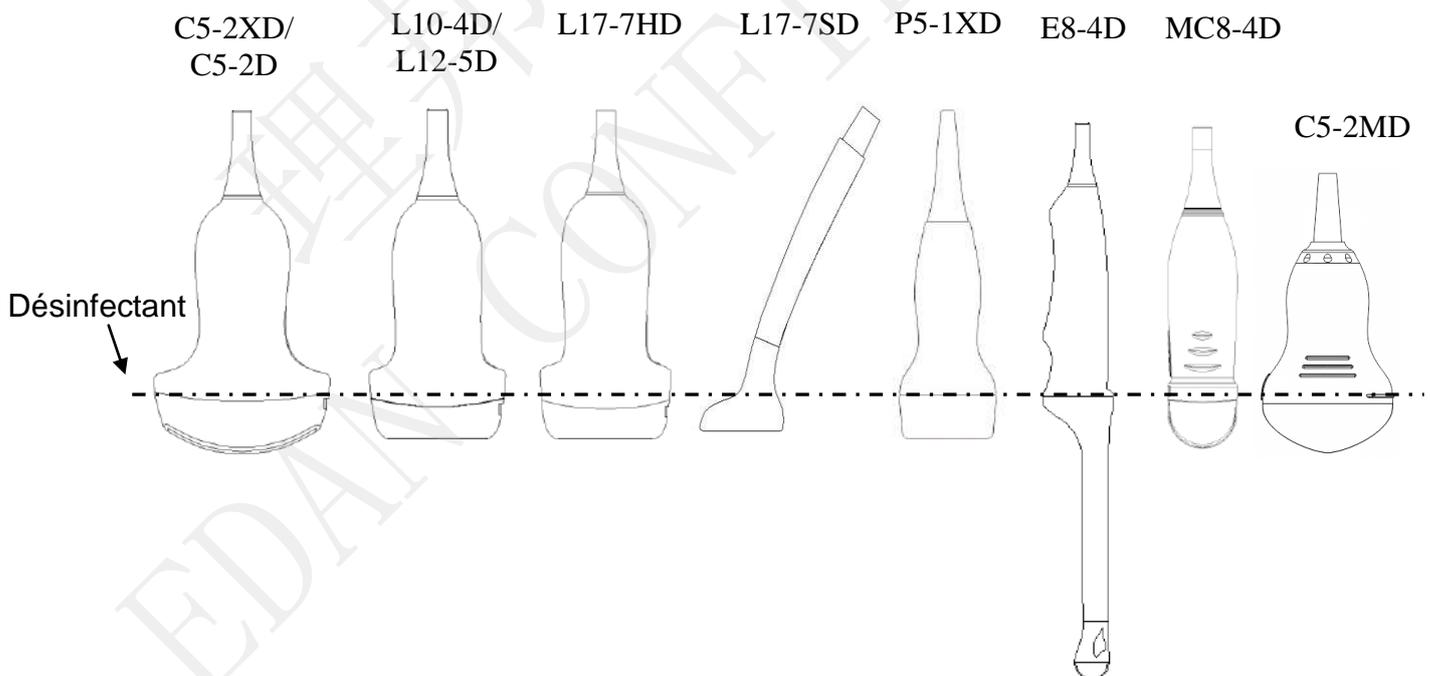

Figure 6-2 Profondeur du transducteur immergé dans un produit désinfectant
2. Placez le transducteur, une fois nettoyé et sec, en contact avec le désinfectant (reportez-vous à la figure 6-2 pour repérer la zone de contact) pendant la durée indiquée par le fabricant du désinfectant.
9. La zone de contact avec le patient doit être immergée dans la solution en utilisant la méthode par immersion sans dépasser la profondeur indiquée à la figure 6-2.